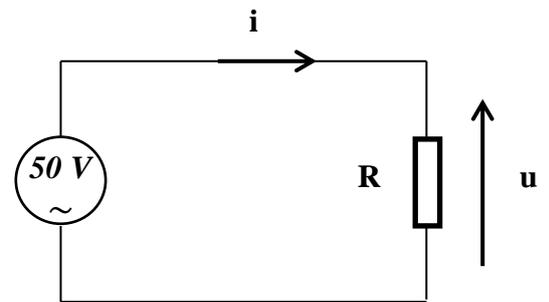

Figure 5
1. Réaliser le circuit électrique monophasé de la figure 5.